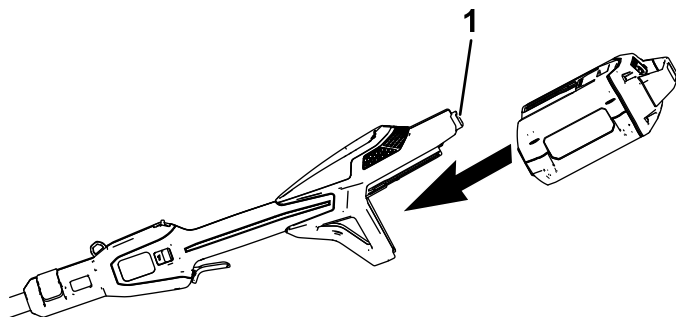

図 7
2. バッテリーパックのくぼみを、パワーヘッドの舌状部に合わせる (図 7)。
3. バッテリーがラッチにロックされるまで、バッテリーパックをパワーヘッドに押し込む (図 7)。